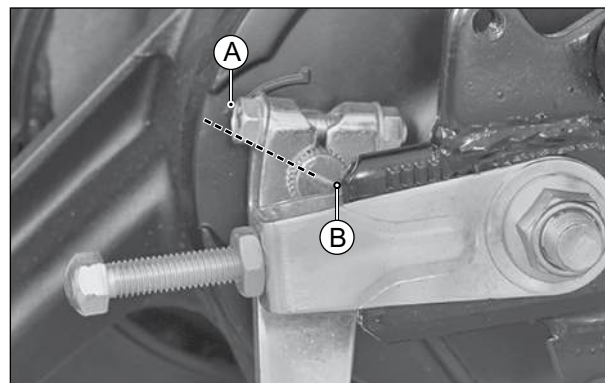

Fig. 2.71
- Se a marca de referência (B) estiver fora da faixa (A), conforme mostrado na (Fig. 2.71), substitua as sapatas do freio e caso o cubo da roda esteja desgastado, utilize sapatas de freio 0,25 ou 0,50. Caso ainda não seja possível realizar o ajuste do freio traseiro, substitua a roda.